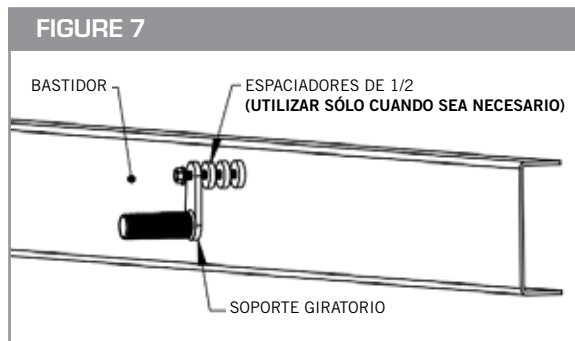

FIGURA 8
- Una vez que los soportes estén en posición con el guardafango, apriete el tornillo de 5/8" x 4-1/2" que pasa por el soporte giratorio (10001474) para fijar el giratorio de forma segura al bastidor. **(Ver la Figura 8)**